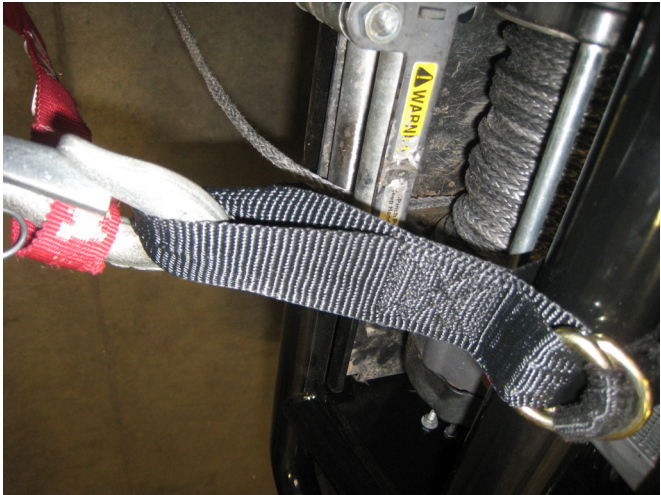

Figure 15
- 9. Accrochez le câble du treuil à la boucle de la bande de terminaison. Voir figure 15.